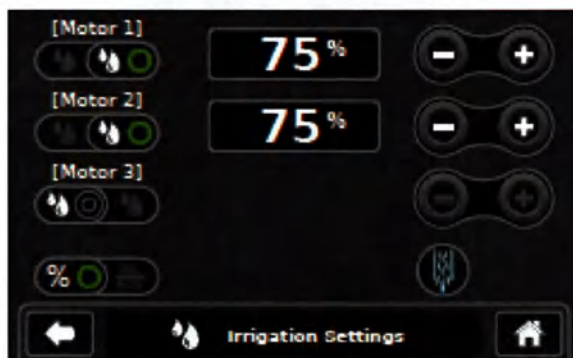

Рисунок 17 – Экран «Irrigation Settings» (Настройки ирригации)
2. Отрегулируйте настройки по необходимости (Рисунок 17).